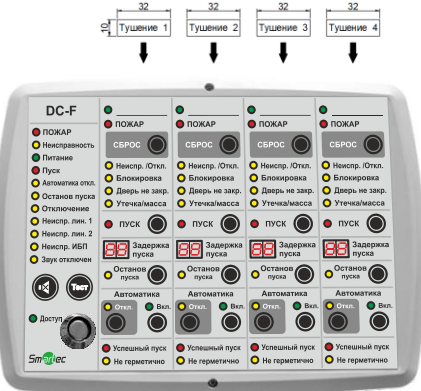

Рис. 1. Размеры вкладышей БИУ.
6.4 Внешний вид БИУ исполнения DC-F представлен на рис. 1.
Для удобства и сохранности подписей программируемых направлений (зон защиты) под прозрачной лицевой пленкой сделаны 4 кармана (вход в карманы сверху БИУ), куда вставляются вкладыши с указанными на рис. 1 размерами.